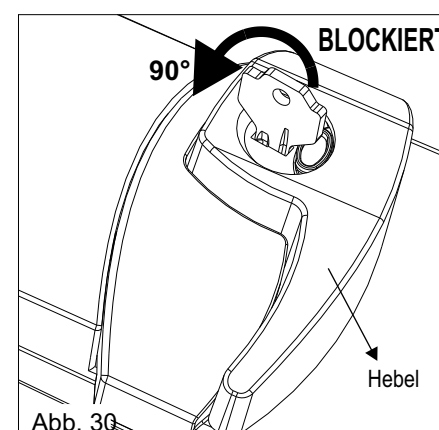

Abb. 30
- 1) Den Hebel im Uhrzeigersinn drehen und danach den Schlüssel um 90° Grad gegen den Uhrzeigersinn drehen (Abb.30);